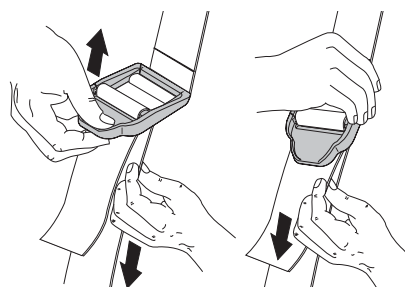

Fig. 5
4. Réglez la longueur en fonction de la taille de l'opérateur. Tirez la languette pour rallonger ou tirez la bande pour raccourcir (Fig. 5).